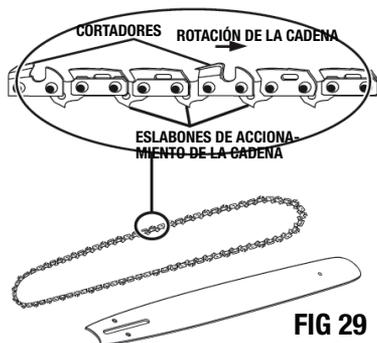

FIG 29
- Coloque los eslabones del accionamiento por cadena en la ranura de la barra guía. Coloque la cadena de manera que haya un lazo en la parte posterior de la barra guía. Vea las fig. 29 y 30.